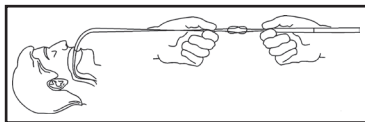

Figure 8
- En saisissant l'extrémité de dilatation entre le pouce et l'index, serrer la boucle de manière à créer un nœud (figure 8).